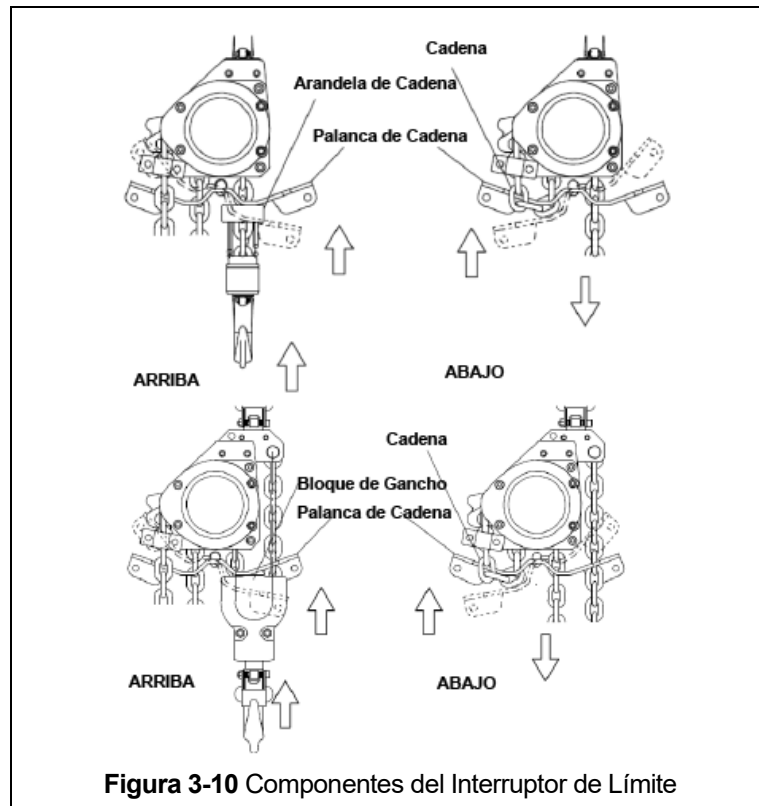

Figura 3-10 Componentes del Interruptor de Límite
3.12.4 **⚠ ADVERTENCIA** Para los modelos TCK3000 y TCK6000, verifique que la palanca de cadena / límite está en funcionamiento y pueda moverse libremente tanto en la dirección de subida como en la bajada. Para referencia, vea la Figura 3-10.